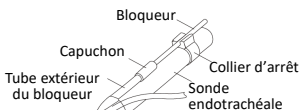

Fig.7
5. Coucher le patient sur le côté et vérifier la position du ballonnet du bloqueur par bronchoscopie, puis fixer la tige du bloqueur à la sonde endotrachéale à l'aide du collier d'arrêt (Fig. 7).
2. Insérer le bloqueur dans le collier d'arrêt sur la sonde endotrachéale (Fig. 7).